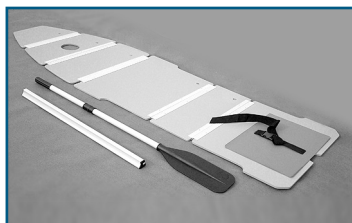

рис. 3
- Установите стрингер. Повторите процедуру с другой стороны лодки (рис.3).